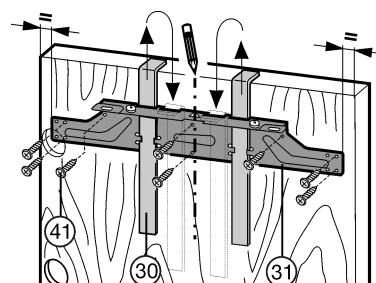

Fig. 22
- ▶ Dévisser la traverse de fixation Fig. 22 (31) au moyen des contre-écrous Fig. 22 (32).
- ▶ Suspender la traverse de fixation Fig. 22 (31) avec les dispositifs de montage Fig. 22 (30) sur la face intérieure de la porte du meuble.
- ▶ Aligner la traverse de fixation Fig. 22 (31) au centre : tracer la ligne courte médiane sur la porte de meuble et venir y placer la pointe de flèche de la traverse.
- ▶ Aligner la traverse Fig. 22 (31) de fixation: tracer la ligne courte médiane sur la porte de meuble et venir y placer la pointe de flèche de la traverse. Décaler ensuite Fig. 22 (31) la traverse de fixation de 7/32 " (5.5 mm) en direction de la charnière.
- ▶ Fixer la traverse de fixation Fig. 22 (31) avec 6 vis Fig. 22 (41) sur le bord.
- ▶ Fixer la traverse de fixation Fig. 22 (31) avec 4 vis Fig. 22 (41) sur le bord.
- ▶ Retirer les dispositifs de montage Fig. 22 (30) en les tirant par le haut et les pousser en les tournant dans les orifices d'extraction à proximité.